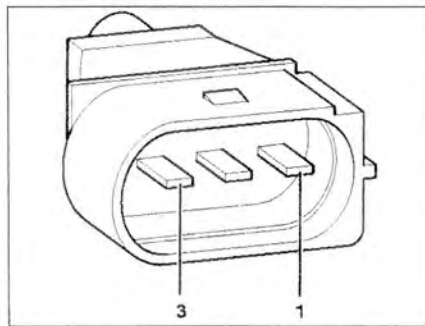

Рис. 4A.11. Измерьте сопротивление между клеммами 2 и 3 разъема.
3. Измерьте сопротивление между клеммами 2 и 3 разъема (рис. 4A.11). **Заданное значение:** 1 кОм.